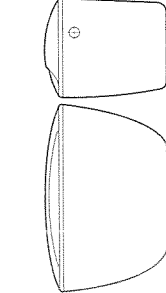

Рис.6
- бачок смывной с верхним пуском с боковой подводкой низкий (рис. 6),